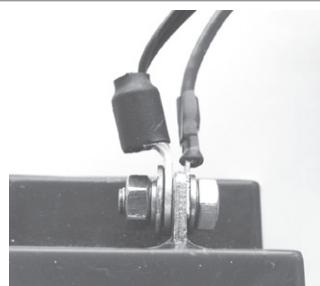

Рисунок 1.
2.15. Если РИП-12 RS укомплектован термодатчиком с О-образной клеммой, то к положительному выводу батареи подключите провод красного цвета и О-образную клемму термодатчика (рис. 1).